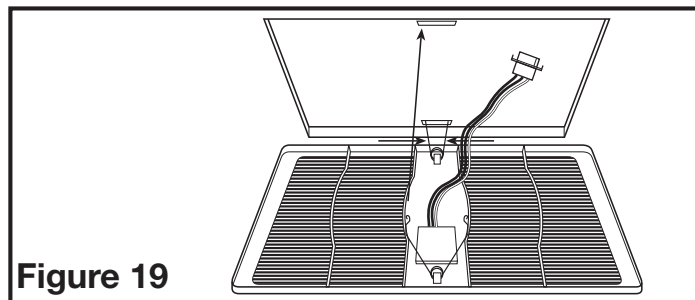

Figure 19
- 6b. **MODÈLES DÉTECTION DE MOUVEMENT:** Installez la grille en pressant le ressort le plus loin possible du détecteur de mouvement et installez-le dans la fente la plus éloignée du compartiment de fil sur le logement du ventilateur. Attachez le cordon de 3 broches à connexion rapide à partir du capteur de mouvement sur le gril soit au câblage installé à l'étape 2a (les modèles à une vitesse) ou au connecteur de la partie supérieure du compartiment de fil (modèles à deux vitesses). Ce cordon ne s'adapte que d'une seule façon dans le connecteur. Installez l'autre ressort en place et poussez la grille en position (Figure 19).